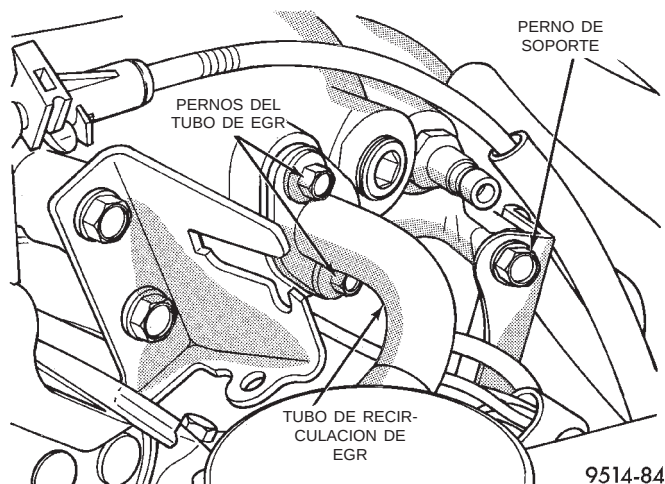

Fig. 35 Perno de soporte del tubo de EGR y múltiple derecho
(13) Retire el tubo de recirculación de gases de escape (EGR) del múltiple de admisión y deseche la junta (Fig. 35).
(14) Retire el perno de soporte de la cámara plena situado hacia la parte trasera del tubo de EGR (Fig. 35).